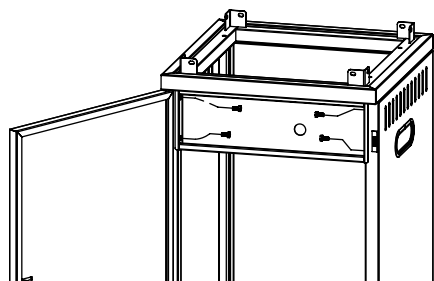

Рис. 10.
7. Расположите круглое отверстие панели управления справа посередине верхней части левой и правой боковых пластин, закрепите его четырьмя винтами с шестигранной головкой М6×12, закройте переднюю дверцу, отрегулируйте зазор между передней дверцей и верхней пластиной корпуса, затем откройте переднюю дверцу и затяните винты. Отрегулируйте установку таким образом, чтобы передняя дверца имела равномерный зазор с верхней пластиной и корпусом коробки. Если панель управления не может быть свободно установлена между левой и правой боковыми пластинами, ослабьте винты А и В на предыдущем шаге, а затем затяните винты А и В после завершения этого шага сборки (рис. 10).